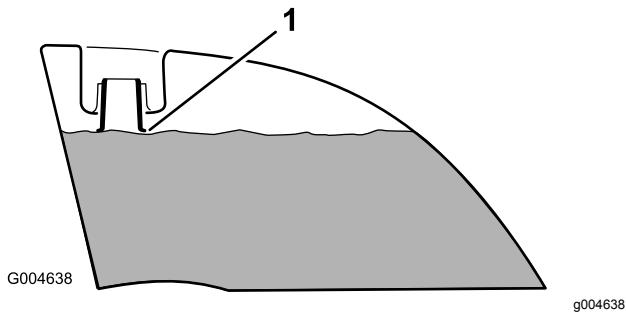

Bild 11
4. Füllen Sie beide Kraftstofftanks auf, bis der Stand an der Unterkante des Einfüllstutzens liegt (Bild 11). **Überfüllen Sie die Kraftstofftanks nicht.**